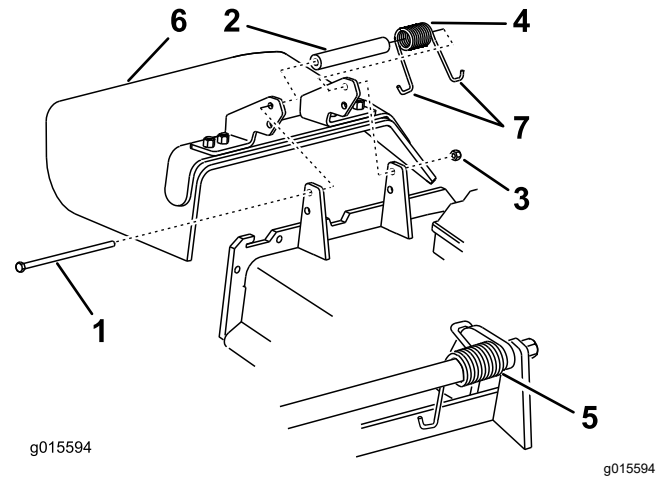

Figura 108
Nota: Asegúrese de colocar un extremo con gancho en J del muelle detrás del reborde de la carcasa antes de instalar el perno, según se muestra en Figura 108.
6. Coloque 1 extremo en J del muelle alrededor del deflector de hierba (Figura 108).
1. Retire la contratuerca, el perno, el muelle y el espaciador que sujetan el deflector a los soportes de pivote (Figura 108).
2. Retire el deflector de hierba dañado o desgastado (Figura 108).